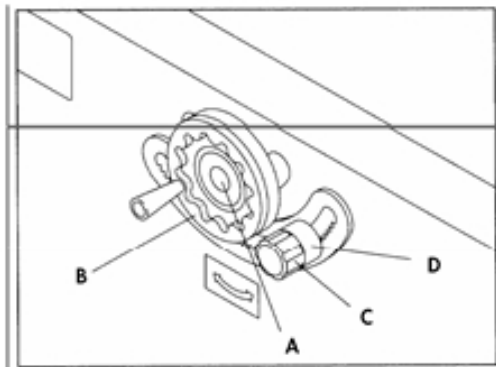

Рис. 3.20
- Перед ослаблением стопорной гайки (D), сначала должны быть ослаблены два винта (E).
- Стопорная гайка (D) не может быть снята в одиночку. Немного ослабьте стопорную гайку, повернув всего лишь два раза, затем ослабьте гайку (C), пока шпиндель не снимется.
- Ослабьте фиксирующий маховик (A) Рис. 3.20 перед проведением регулировки высоты шпинделя.
- Чтобы поднять шпиндель - поворачивайте маховик (B) по часовой стрелке, чтобы опустить шпиндель - поворачивайте маховик (B) против часовой стрелки.
- Затяните фиксирующий маховик (A), когда требуемая высота шпинделя получена.
- Ослабьте ручку (C) Рис. 3.20.
- Вращайте ручку (B) до необходимого угла наклона и положения.
- Закрутите ручку (C).